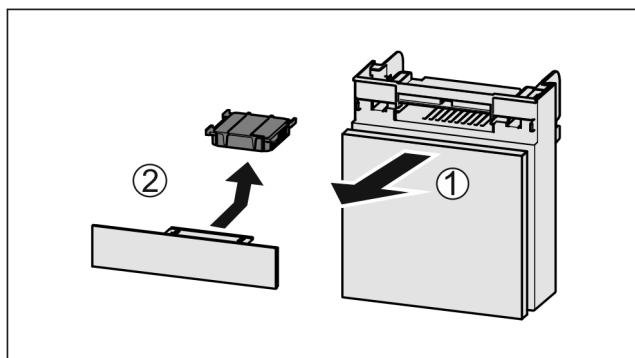

Fig. 103
- Wyciągnąć Fig. 103 (1) komorę do przodu.
- Wyjąć Fig. 103 (2) filtr z węglem aktywowanym.